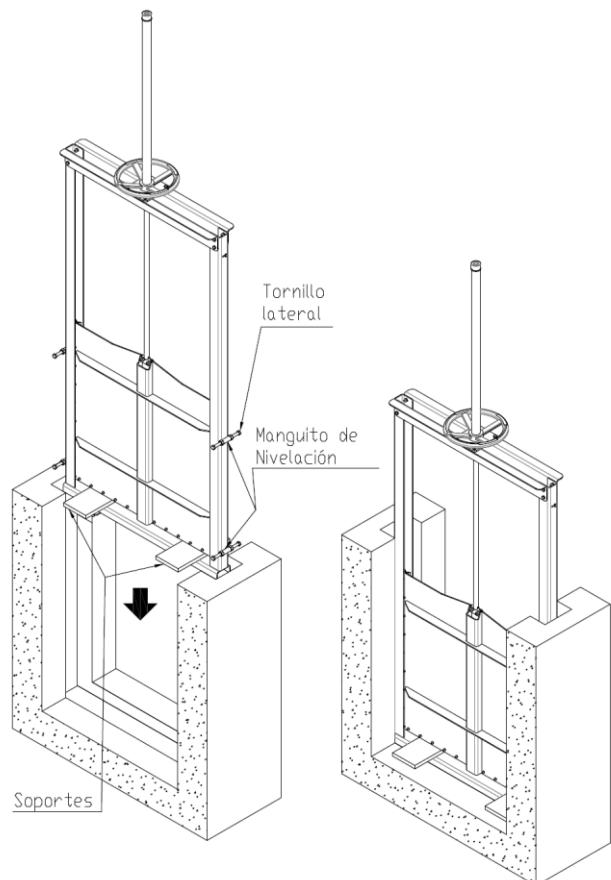

Figura 4
- Utilizar dos planchas o soportes para nivelar la compuerta verticalmente. Levantar la tajadera de tal forma que sea posible introducir los soportes. Cerrar la tajadera para fijar los soportes (Ver Figura 4)
- Continuar con el "Paso 2". Al colocar la compuerta en la roza, los soportes permitirán que la solera del bastidor se mantenga alineada con la solera del canal (Ver Figura 4)